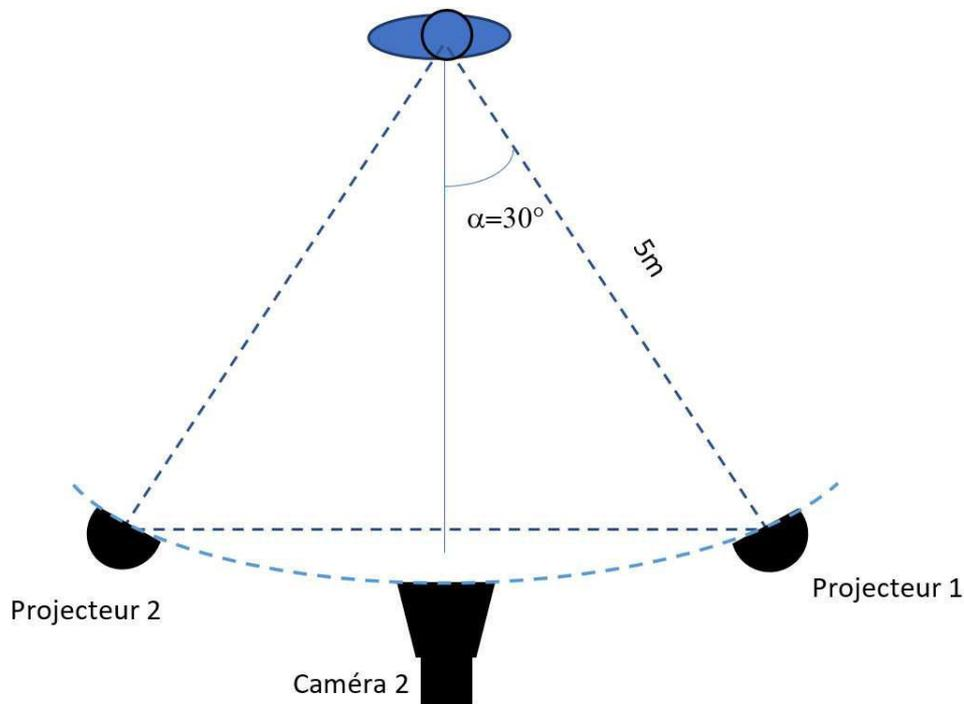

Figure 3
2.4 - **Calculer** E_g pour la situation représentée sur la figure 3. Comparer cette valeur à celle de $E_{1P_{max}}$ calculée à la question 2.1.